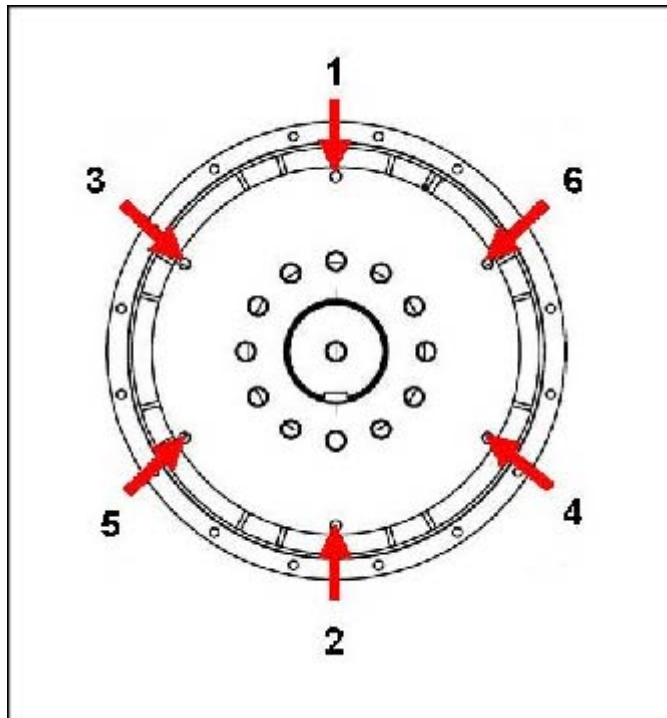

ABBILDUNG 23. REIHENFOLGE DER BEFESTIGUNG AN SCHWUNGRAD
10. Kupplungsbefestigungsschrauben am Schwungrad in der Reihenfolge festziehen wie dargestellt in. Abbildung 23 auf Seite 45